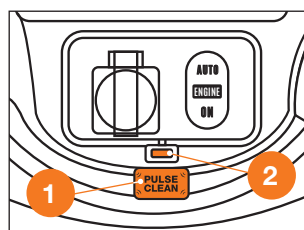

Рис. 17
Пылесос **DAVC 2500SD** оснащен функцией вибрационной самоочистки фильтра (Рис. 17).
- При заполнении бака индикатор заполнения **2** подсвечивается красным (Рис. 17).